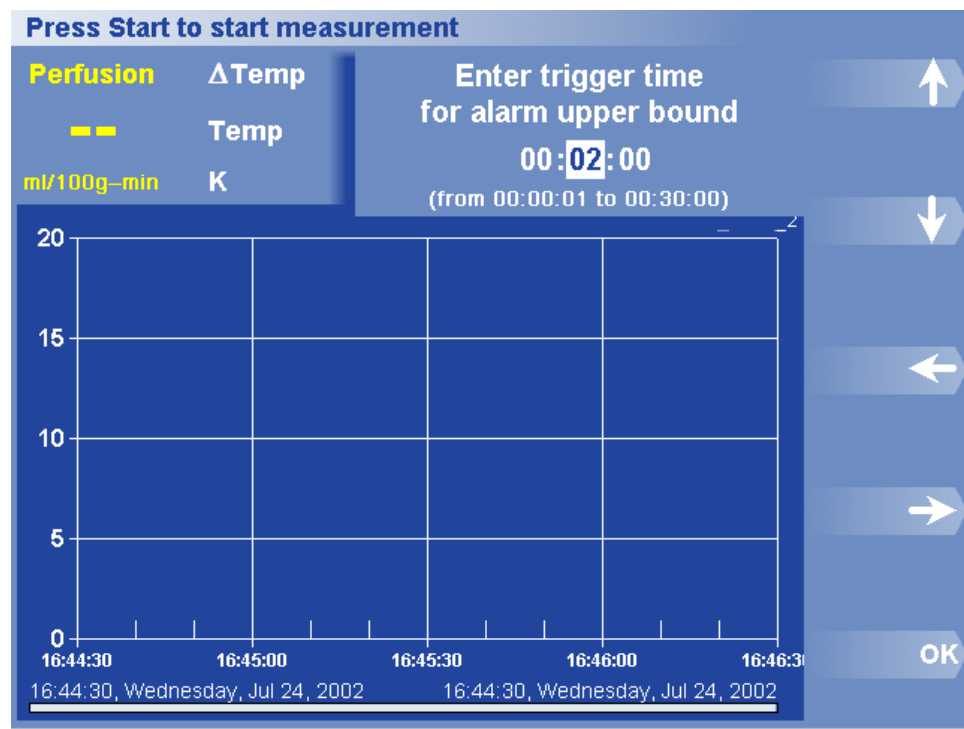

Figura 12. Caixa de Diálogo Tempo de Disparo do Alarme Máximo Activado
1. Prima Options (Opções) > Set Alarm (Definir Alarme) > Upper Bound (Valor Máximo de Activação) > Trigger Time (Tempo de Disparo). Aparece a caixa de diálogo Enter Upper Trigger Time (Introduzir Tempo de Disparo Máximo) (Figura 12).